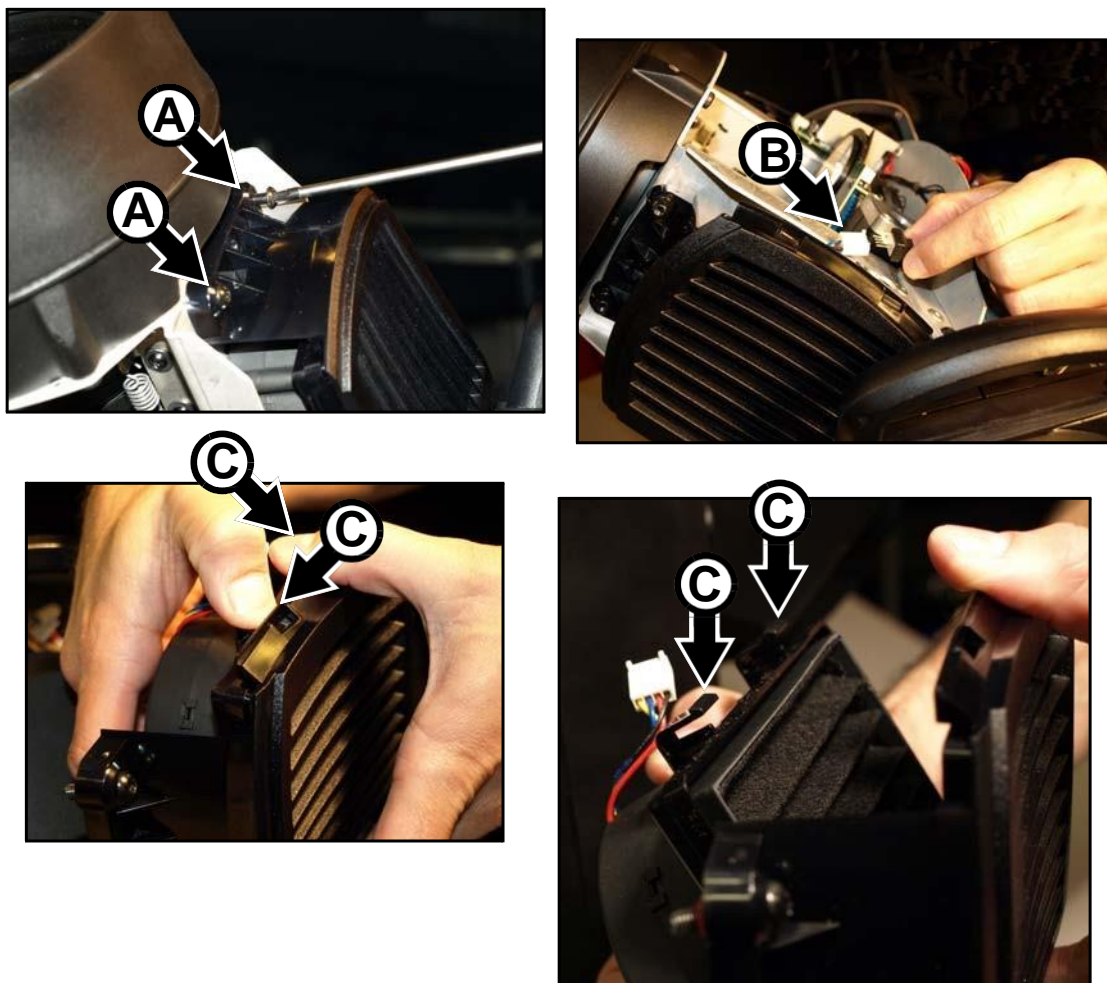

Рисунок 16: Снятие воздушного фильтра головной части
3. См. Рисунок 16. Ослаблять два невыпадающих винта **A** под звездообразный ключ 25 на переднем конце гнезда фильтра до тех пор, пока винты не будут проворачиваться свободно.
8. См. Рисунок 16. Зацепить край крышки напротив зажимов **С** за гнездо и затем надавливающим движением надвинуть крышку на корпус, так чтобы зажимы защелкнулись в гнезде, и чтобы положение крышки было соответствующим — без зазоров, через которые воздух мог бы обойти фильтр.